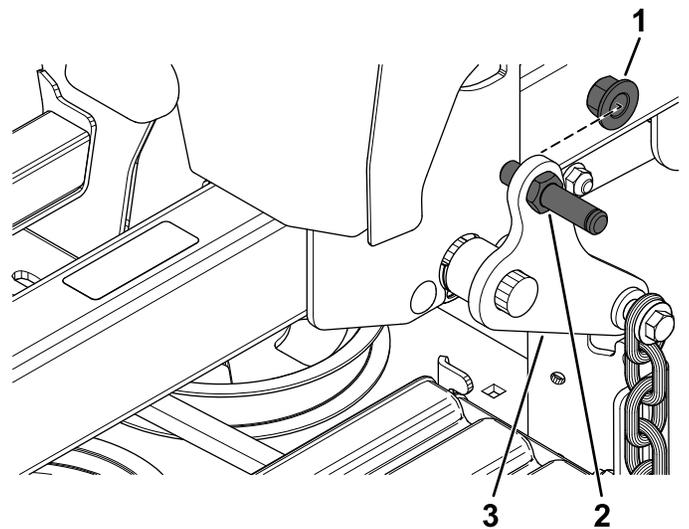

Figura 9
1. Sujete el pasador de giro al brazo de elevación de la carcasa trasera con 1 contratuerca (1/2"), como se muestra en la Figura 9.